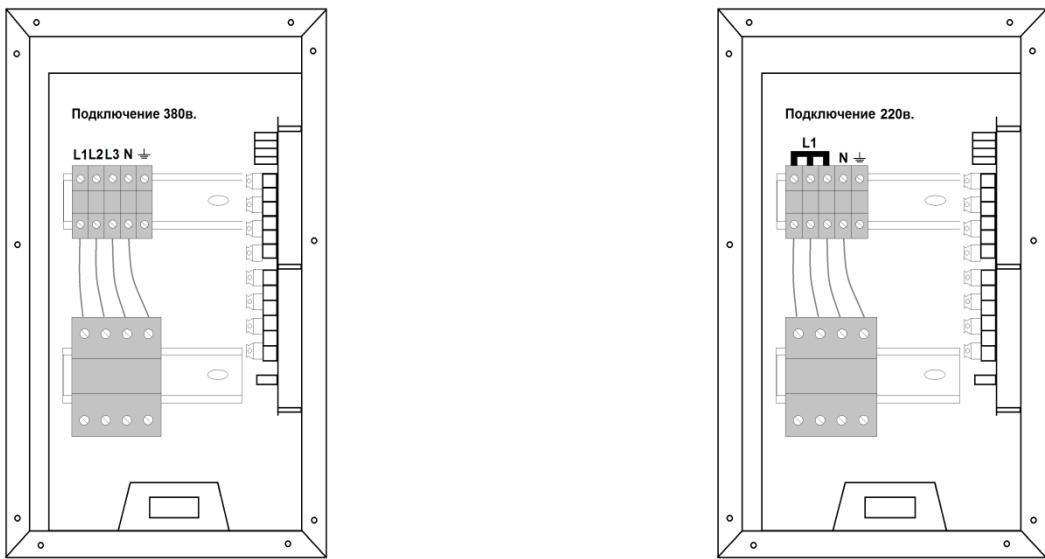

Рисунок 7.
- Подключите провода к клемнику сверху L1, L2, L3, N, \oplus (Рисунок 7.)